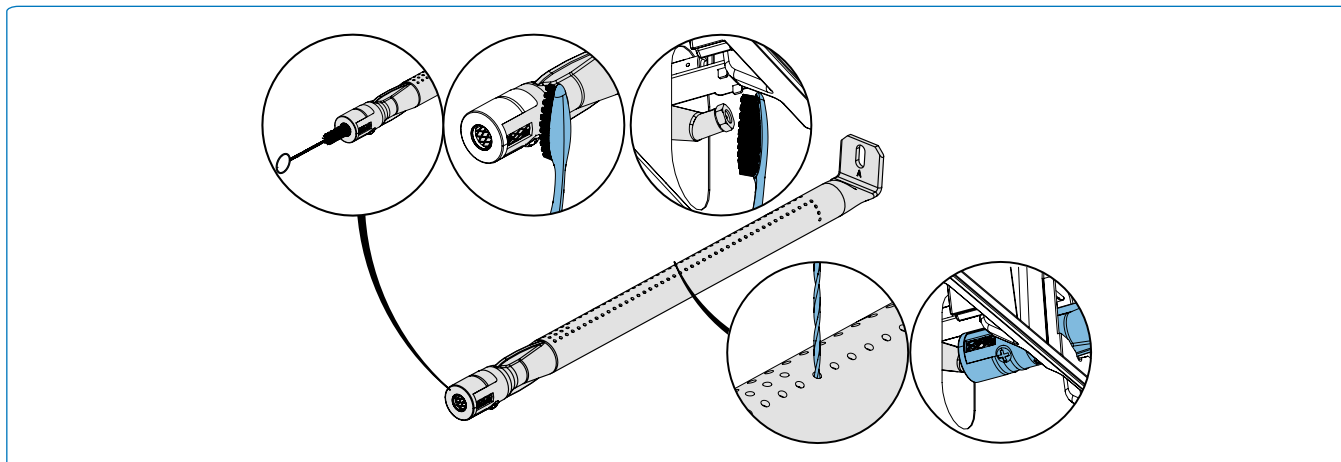

Fig. 19
1. Retire el/los tornillo(s) que sujetan el quemador a la pared trasera de la parrilla. Deslice el quemador hacia atrás y hacia arriba para retirarlo. **(Fig.19).**